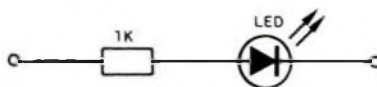

figura 7
Pode ocorrer que o circuito não apresente os resultados esperados, aí é necessário descobrir qual o componente defeituoso ou onde se encontra o erro de montagem. Para tal confeccione 4 jigas conforme mostra a figura 7 e solde em cada ponto de teste (PT) da plaqueta um fio vertical, desencapado, de uns 15 mm de comprimento.
Ao terminal positivo de cada PT (ponto de teste) solde a extremidade livre do resistor de uma jiga (figura 7) e o catodo do respectivo led à outra "torre" livre do PT em questão. Ao final da operação você terá instalado 4 fotemissores, e respectivos limitadores de corrente, que passarão a ser identificados pelo mesmo número indicativo do ponto de teste.